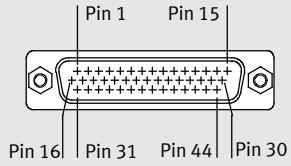

Bild 2:
- I bild 2 visas ventilernas adressstilldelning: